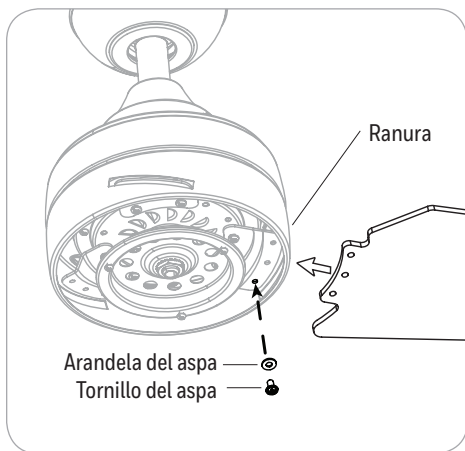

Figura 5.4
4. Inserte el aspa a través de la ranura del lado del ensamblaje del motor. Alinee los orificios de un aspa con los tres orificios para tornillos del aspa en la parte inferior del ensamblaje del motor. Asegure el aspa con tres tornillos y arandelas para el aspa. Repita los mismos pasos para el resto de las aspas (Figura 5.4).